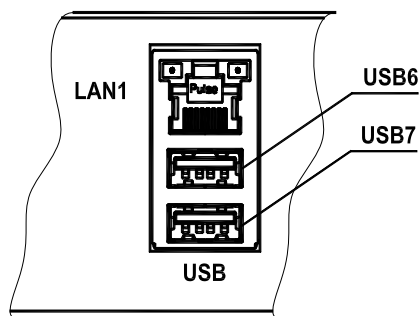

Рисунок 2 — Расположение портов USB6, USB7.
Расположение USB6 и USB7 в блоке розеток (9) показано на рисунке ниже (Рисунок 2). К ним, например, можно подключить клавиатуру и «мышь».